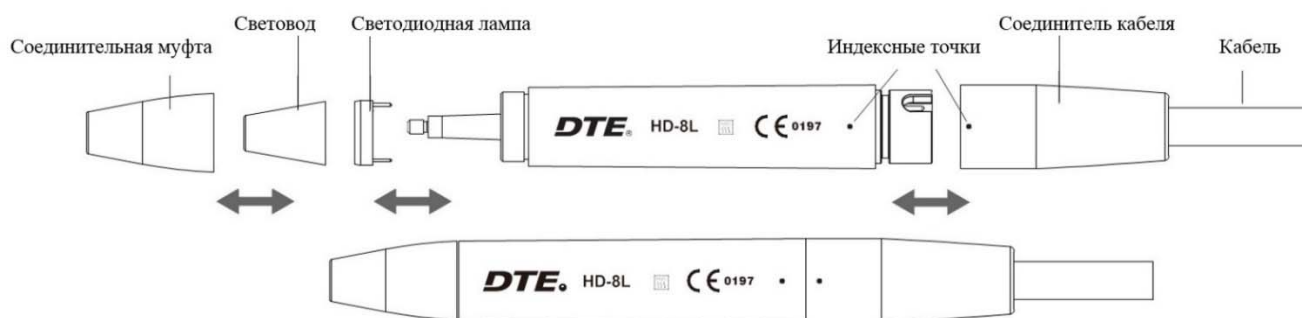

Рисунок 3
1.4.3 Схема сборки съемного наконечника показана на рис.3